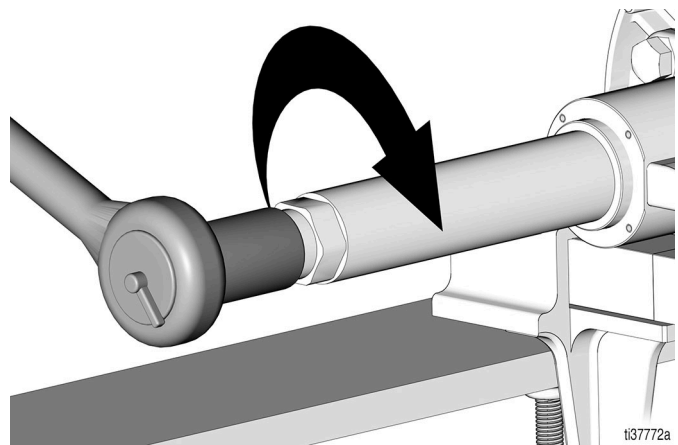

Рис. 31
16. Используя торцевой ключ на 1-7/16 дюйм., прикрепите фиксатор уплотнения (6) к цилиндру насоса (2) в сборе (момент затяжки 135,6–149,1 Н•м / 100–110 фут.-фунт.) (Рис. 31).